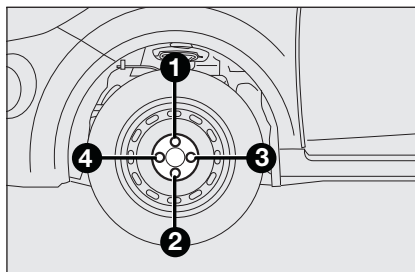

fig. 8
- ☐ ajustar bien los tornillos, pasando alternativamente de un tornillo a otro opuesto diametralmente, de acuerdo con el orden ilustrado en la fig. 8.
- ☐ con la llave suministrada, apretar a fondo los pernos siguiendo el orden representado en fig. 8;